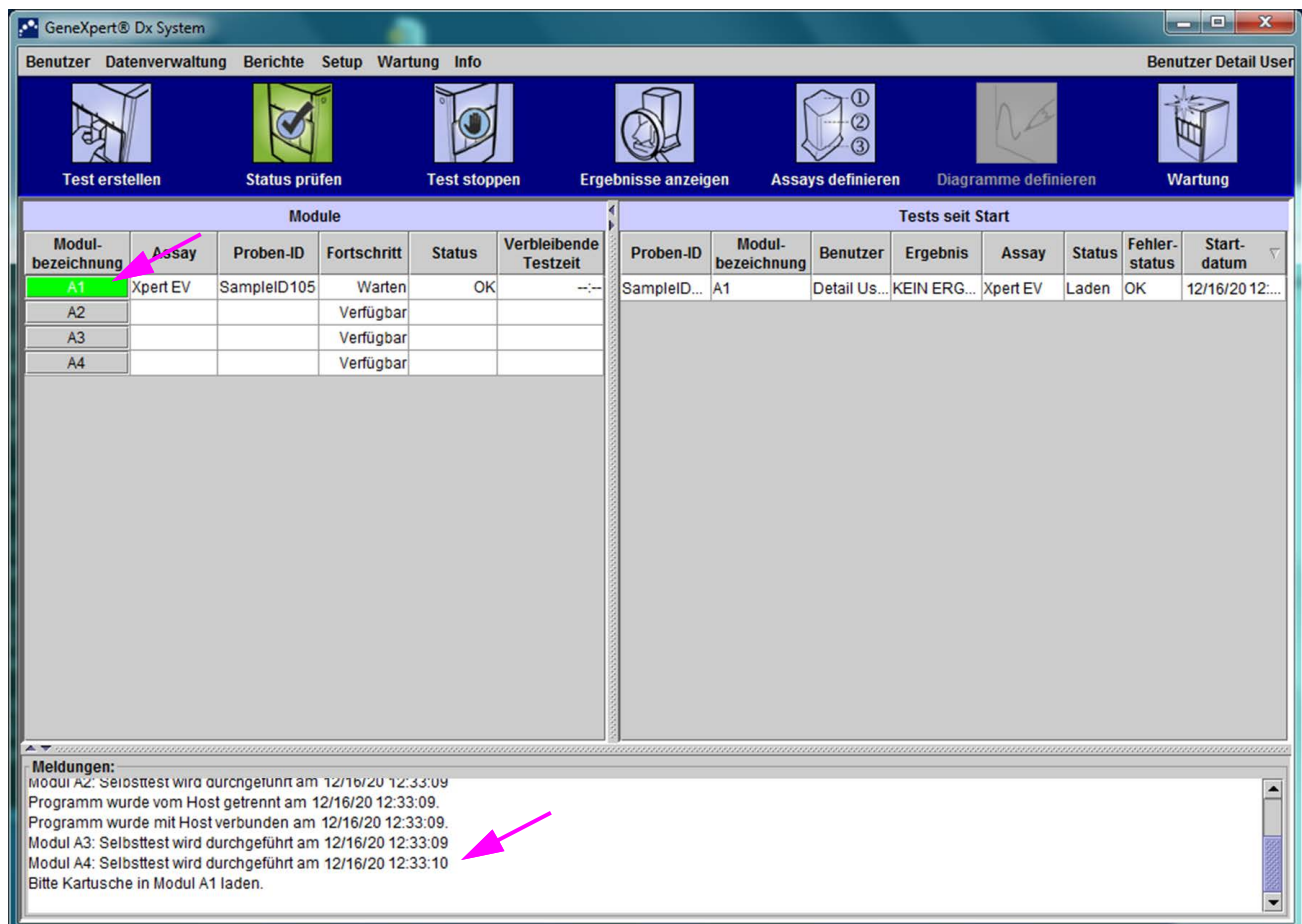

Abbildung 5-116. Startbildschirm von GeneXpert mit der Aufforderung, die Kartusche zu laden
- Überprüfen Sie die Anforderung im Bereich **Tabelle der Host-Testanforderungen** (vgl. Abbildung 5-115). Geben Sie ggf. weitere Informationen oder Anmerkungen ein und drücken Sie dann auf die Schaltfläche **Test starten**. Der Startbildschirm von GeneXpert mit der Aufforderung, die Kartusche in das grün hervorgehobene Modul zu laden, wird angezeigt. Vgl. Abbildung 5-116.